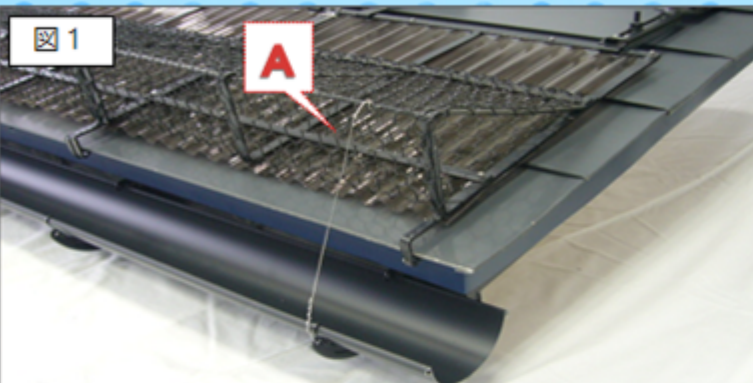

図1
- ①スノーネット本体のフックを軒先に引っ掛ける。(図1)
- ③A部フラットバーとステンレス針金(1.2ミリ以上)を結束し、雨樋金具とも結束。(図1)